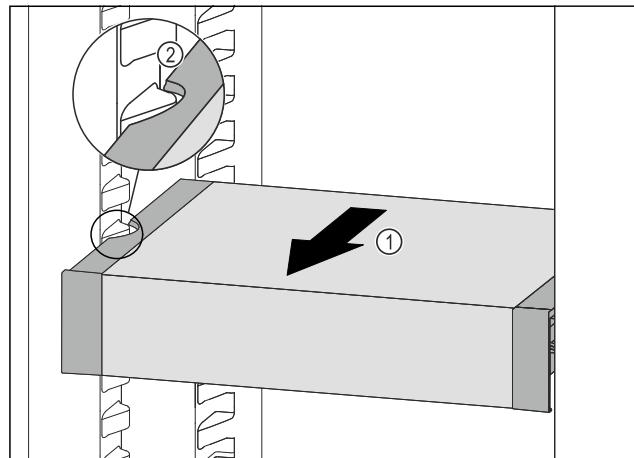

Fig. 80
- VarioSafe tiahajte dopredu Fig. 80 (1), kým sa bočné vybrania VarioSafe nebudú nachádzať vo výške rebra nádoby v chladničke. Fig. 80 (2)